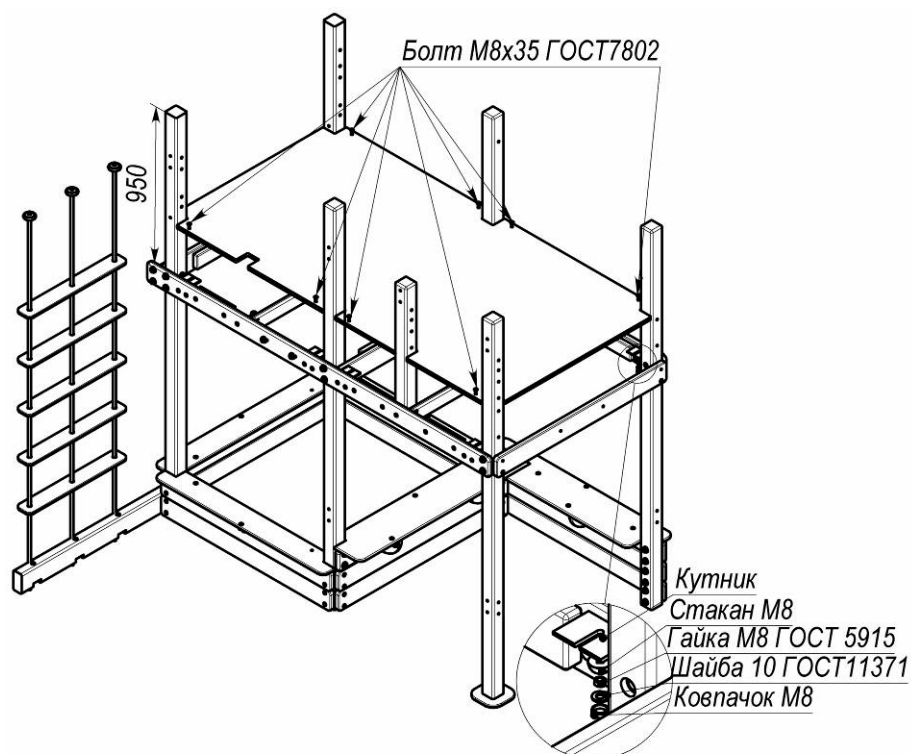

Рисунок 5 «Встановлення фанерного днища на вежу»
- 8) Після утворення каркасу комплексу, встановлення сидінь та канатної драбини наступним етапом розмістити на опорні дошки фанерне дно ігрового комплексу (рис.5) та прикріпити до встановлених раніше кутників за допомогою болтів М8х35 ГОСТ 7802, гайок М8 ГОСТ 5915, шайб 10 ГОСТ 11371, стаканів та ковпачків М8. Примітка: Перед встановленням дна вставити у отвір бруса з цековкою, що знаходиться в місці розташування гірки, болт М8х120 ГОСТ 7802 з шайбою 12 ГОСТ 11371, як вказано в п.6.